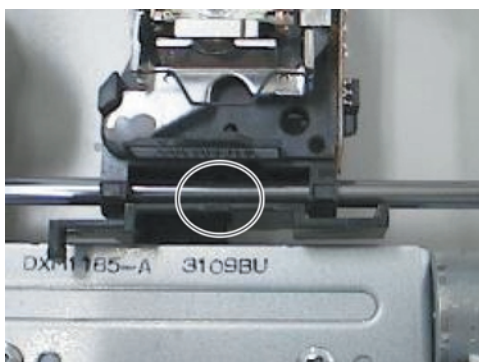

Fig. 14
- Apply grease to the DVD traverse mechanism as shown below. (Fig. 14)
- DVDトラバースメカの下図にグリスを塗布します。(Fig. 14)